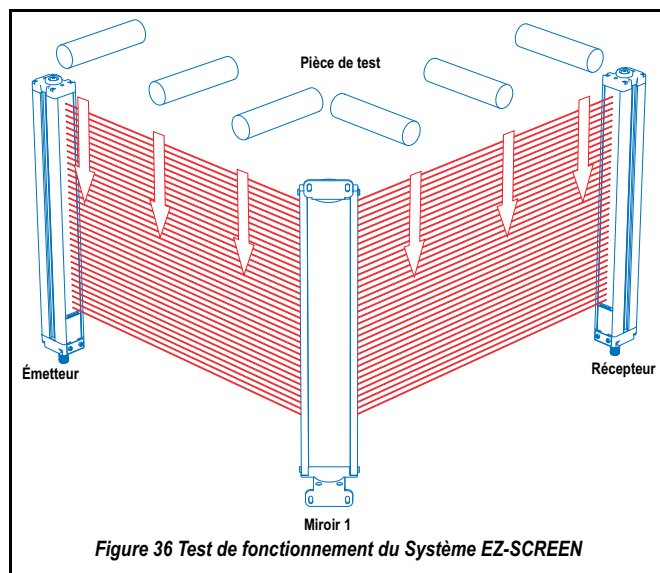

Figure 36 Test de fonctionnement du Système EZ-SCREEN
- 10) Tester la *zone définie* dans chaque plan (par exemple, entre l'émetteur et le miroir, entre le miroir et le récepteur, voir Figure 36 en page 61). □